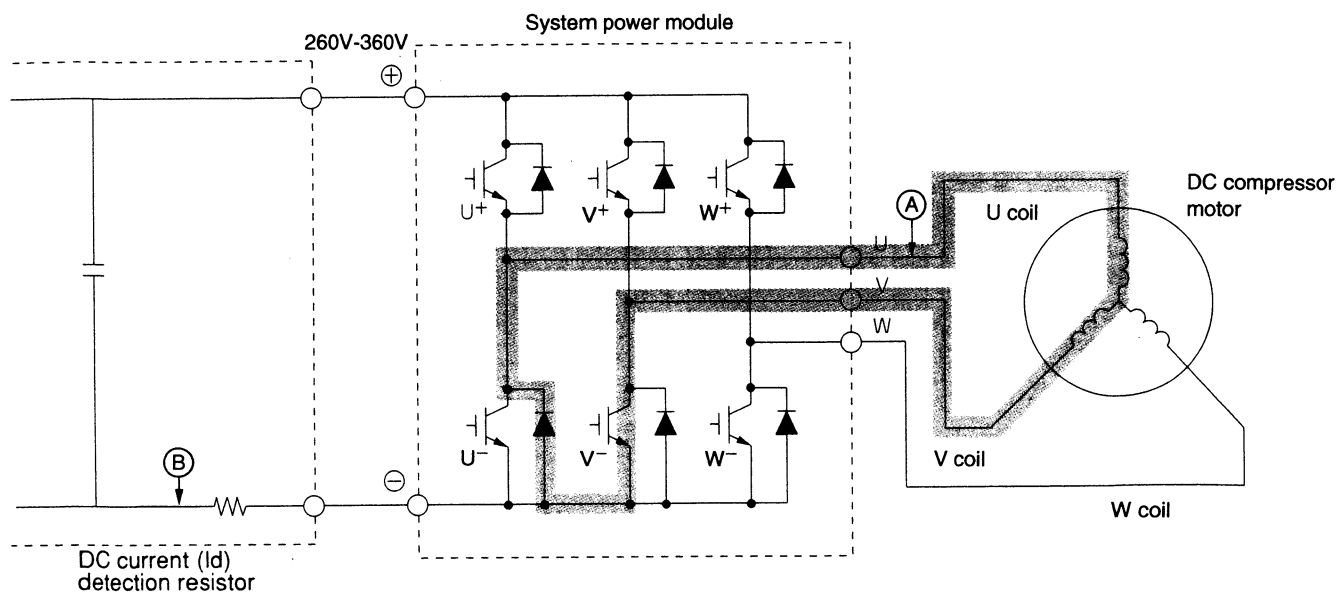

Fig. 3-4 System power module circuit (U⁺ is ON, V⁻ is ON)
2. Quand le transistor U+ est OFF: (par induction de la bobine de moteur) Bobine U → Bobine V → transistor V- → diode de retour → point (A) (Fig 3-4)